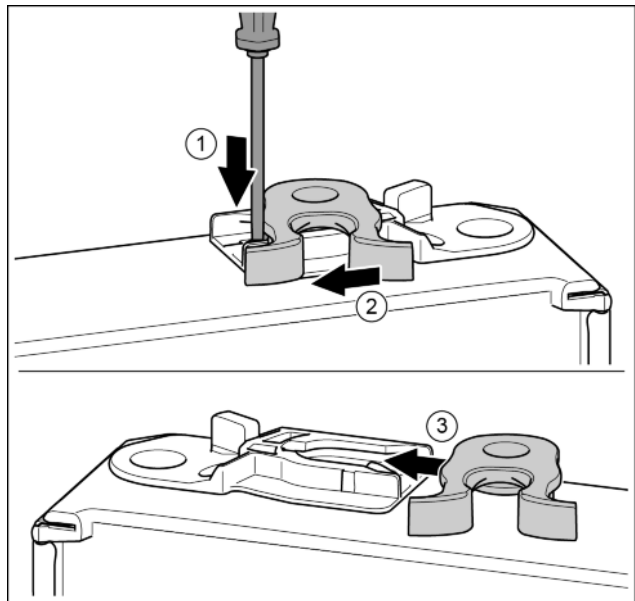

Fig. 13
- ▶ Con un cacciavite spingere la linguetta verso il basso. Fig. 13 (1)
- ▶ Estrarre il gancio di chiusura dalla guida. Fig. 13 (2)
- ▶ Spingere il gancio di chiusura sull'altro lato nella guida. Fig. 13 (3)